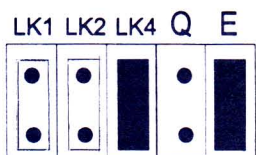

fig.10
- Monter le cavalier "E" et les trois cavaliers de la sensibilité de la façon requise, comme illustré sur la Figure 10.